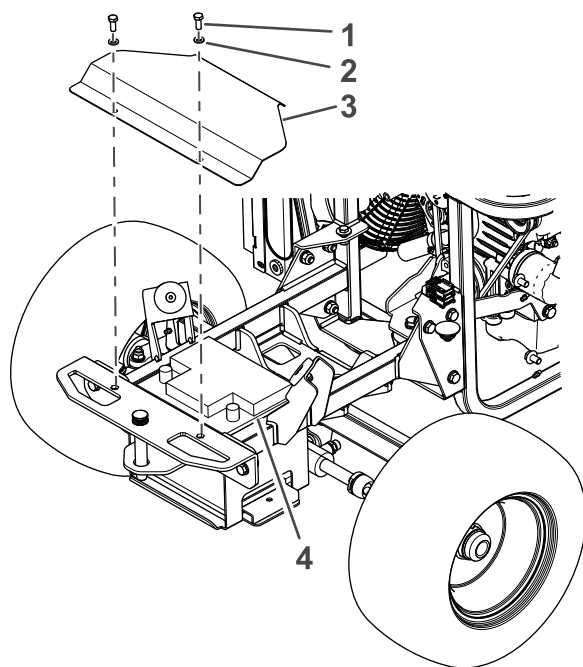

Figura 62
5. Rimuovete i due bulloni e rondelle dal coperchio della batteria (Figura 62).
6. Togliete il coperchio della batteria (Figura 62).